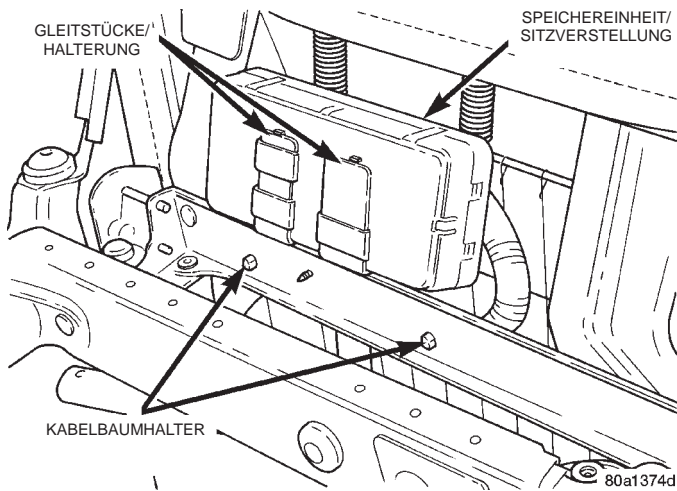

Abb. 8 Speichereinheit/Sitzverstellung aus- und einbauen
(5) Batterie-Minuskabel abklemmen und elektrisch isolieren.
(6) Die Schrauben lösen, mit denen die Sitzschienen jeweils vorn an der Bodenwanne befestigt sind.
(7) Oberteil der Rückenlehne vorsichtig in Richtung Außenseite des Fahrzeugs neigen.
(8) Die beiden Halter lösen, mit denen der Kabelbaum der Speichereinheit/Sitzverstellung an der oberen Leiste der Sitzverstellmechanik befestigt ist (Abb. 8).